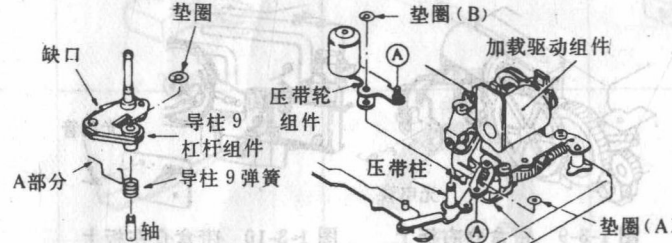

图1-3-24 导柱9杠杆组件的更换
- ① 拆下如图1-3-24所示的垫圈。
- ② 拆下导柱9组件。
- ③ 当更换后再安装时,按照上述介绍的相反步骤进行。
- ④ 更换完成之后,执行在磁带传输中的第5)项的调整。